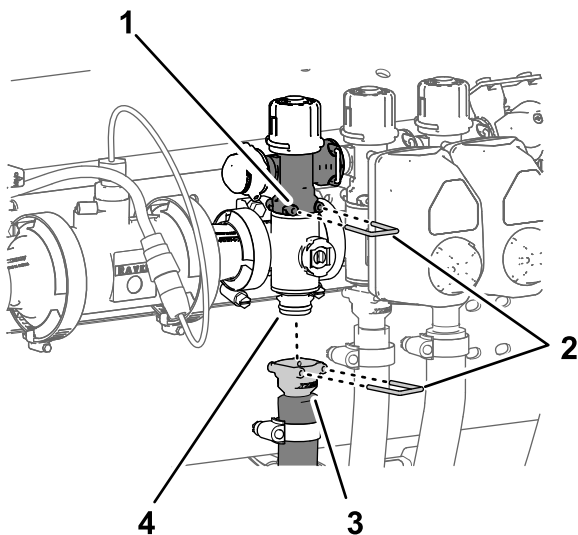

Figure 133
3. Fixez le raccord rapide du collecteur de vanne de section au raccord rapide femelle de la vanne de dérivation de section à l'aide d'un l'étrier de fixation (Figure 132 et Figure 133).
- Fixez le raccord rapide du flexible de section au raccord rapide du collecteur de vanne de section à l'aide de l'étrier de fixation (Figure 133).